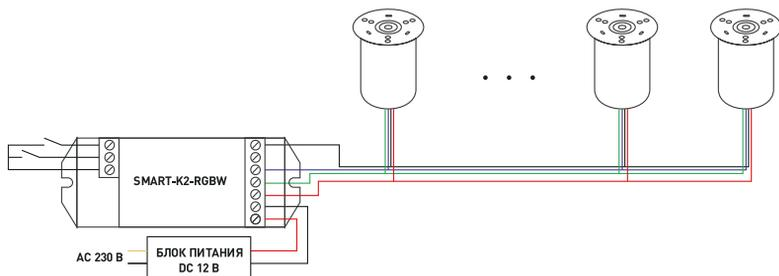

Рис. 2. Схема подключения прожектора к контроллеру RGB-ШИМ
- 3.2. Присоедините провода питания светильника к ШИМ-контроллеру. Соблюдайте порядок подключения и маркировку проводов: черный — общий «+12 В»; красный — канал «R», -12 В; зеленый — канал «G», -12 В; синий — канал «B», -12 В (см. рис. 2).